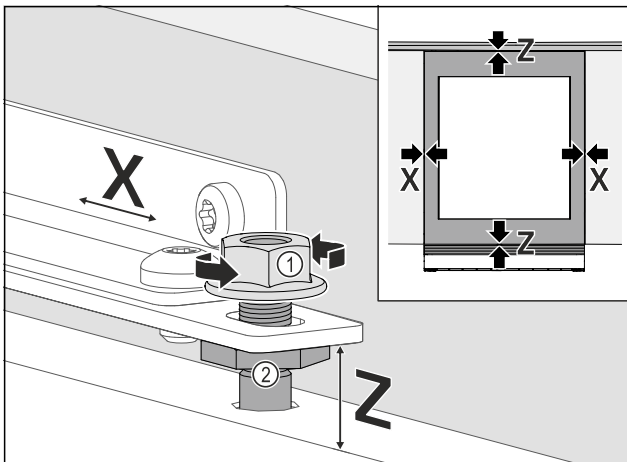

Fig. 97
- Lijn de meubeldeur uit: Draai de borgmoer Fig. 97 (1) los, beweeg de meubeldeur in X-richting.
- Draai de borgmoeren Fig. 97 (1) vast.
- Meubeldeur in de hoogte Z en in de zijdelingse schuifte uitlijnen: De stelbouten Fig. 97 (2) instellen.